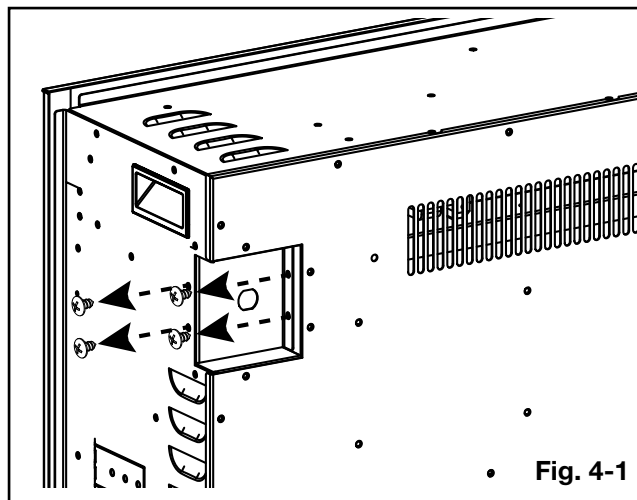

Fig. 4-1
- Retirez les 4 vis fixant le cordon et la plaque de recouvrement sur le côté de la chambre de combustion (**Fig. 4-1**).